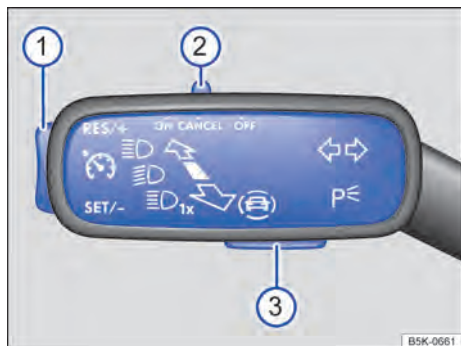

Fig. 116 En el lado izquierdo de la columna de dirección: mando y teclas para manejar el limitador de velocidad.
— Desplace el mando → fig. 116 ② a la posición **ON**. Está guardada la última velocidad ajustada. Todavía no tiene lugar la regulación.
— Durante la marcha, pulse la tecla → fig. 116 ① por la zona **SET/-**.
Se puede ajustar la velocidad guardada con la tecla → fig. 116 ①:
Mantenga presionada la tecla → fig. 116 ① para modificar ininterrumpidamente la velocidad guardada.
— Desplace el mando → fig. 116 ② a la posición **CANCEL**.
— Pulse la tecla → fig. 116 ① por la zona **RES/+**.
— Desplace el mando → fig. 116 ② a la posición **OFF**.
1. Pulse la tecla → fig. 116 ③.